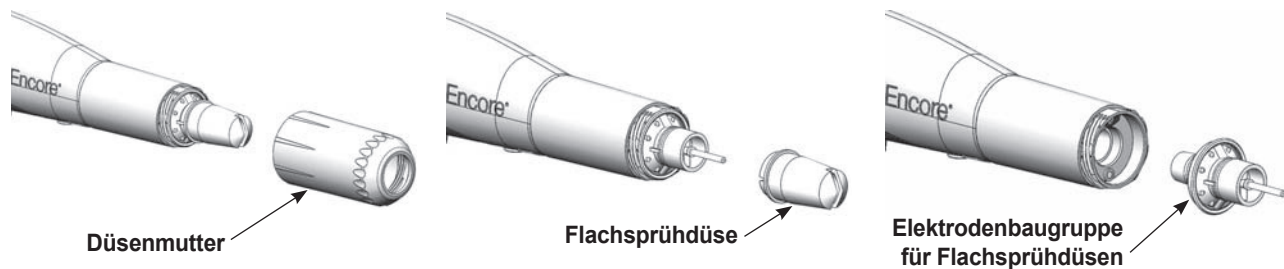

Abbildung 4-7 Wechseln einer Flachsprühdüse
2. Siehe Abbildung 4-7. Düsenmutter gegen den Uhrzeigersinn losschrauben.